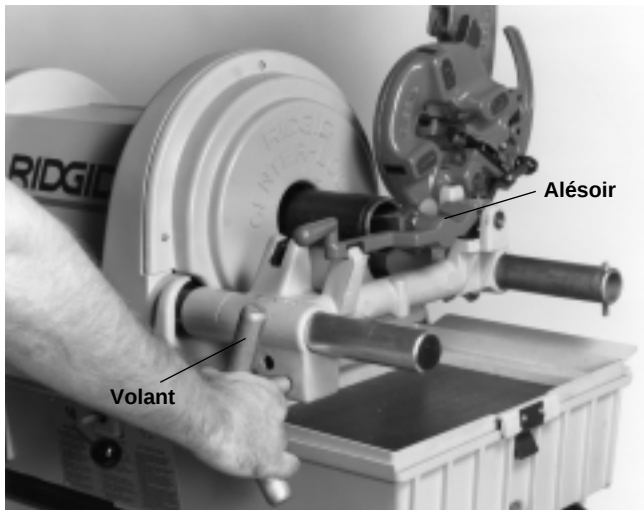

Figure 9 – Alésage à l'aide de l'alésoir n° 344
3. Positionnez l'alésoir dans le tuyau, puis effectuez l'alésage en tournant le volant un peu plus (Figure 9).